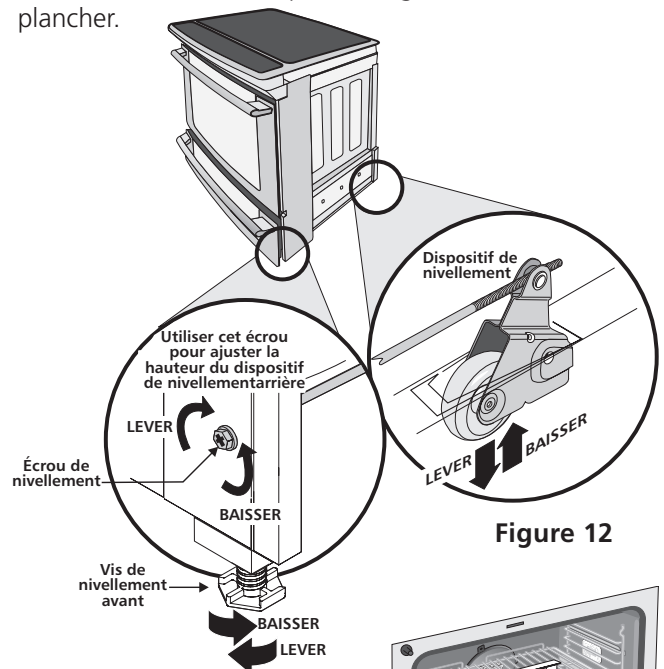

Figure 12
- Ajustez les pattes et les roulettes de l'appareil, comme décrit plus loin, jusqu'à ce que le dessous de la surface de cuisson s'appuie délicatement sur le dessus du comptoir et soit à niveau (Figure 12).